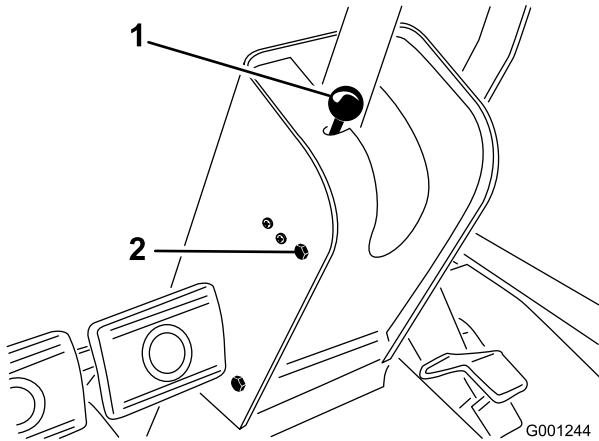

Figura 69
1. Retire o botão do travão de mão e os parafusos da cobertura da coluna de direcção (Figura 69).